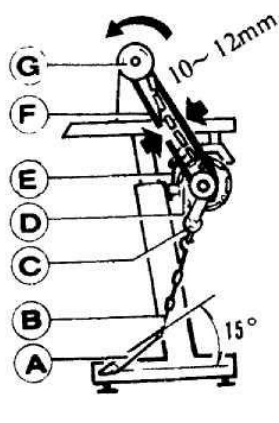

Рис. 5
3.1.6 Соединение рычага сцепления с педалью (рис. 5)